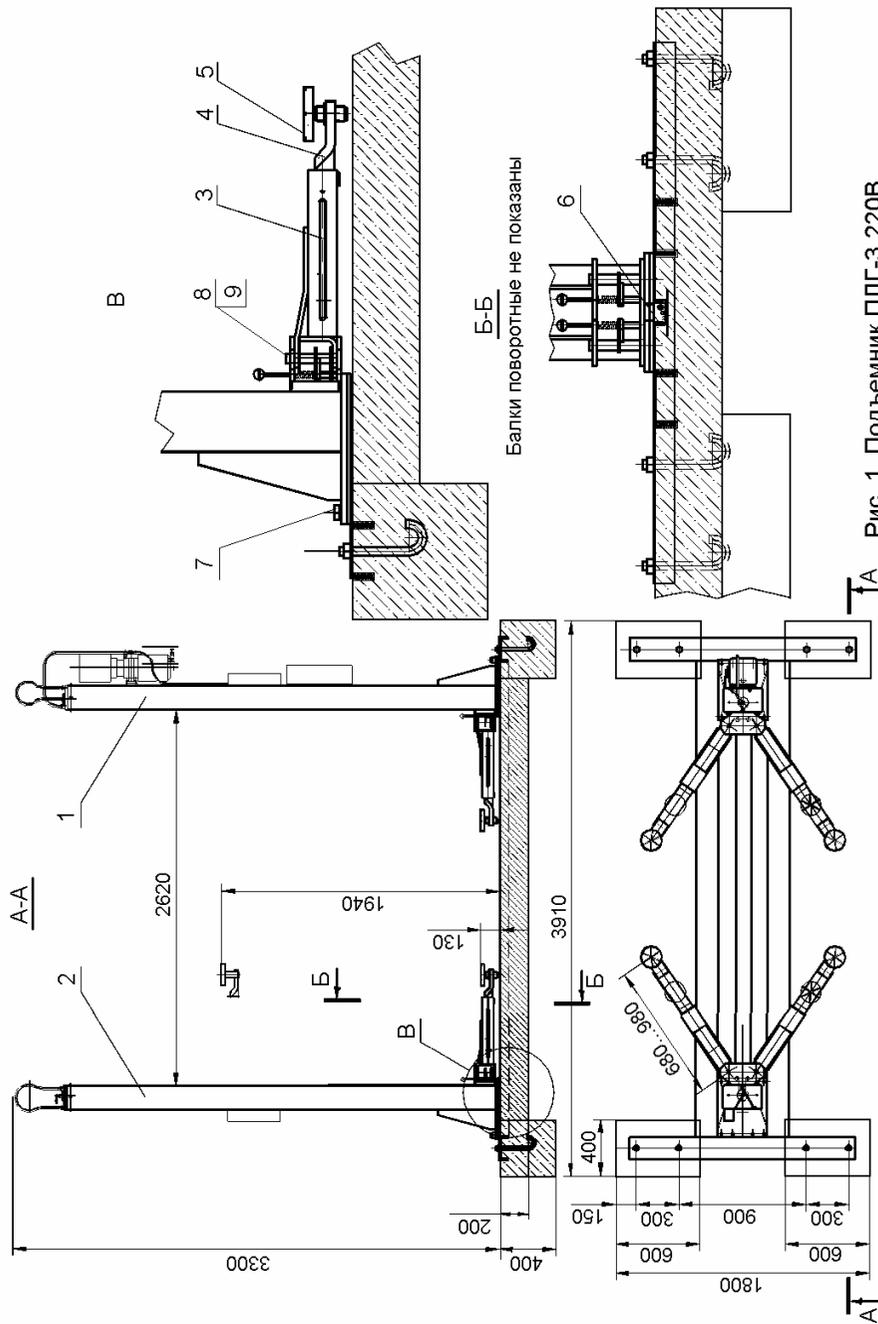

Рис. 1. Подъемник ПЛГ-3 220В
4.1. Подъемник состоит из двух стоек 1 и 2, четырёх балок 3 со вставками 4 и опорами 5 (см. Рис. 1 и Рис.2).
Стойки 1 и 2, подъемника ПЛГ-3 220В крепятся болтами 7 к раме 6, забетонированной в пол (см. Рис. 1).
4.4. Балки поворотные, соединенные с каретками при помощи осей 8 (см. Рис.1 и Рис. 2) снабжены механизмами фиксации, предотвращающими самопроизвольный поворот балок с опорами на осях кареток в процессе подъема и опускания автомобиля.